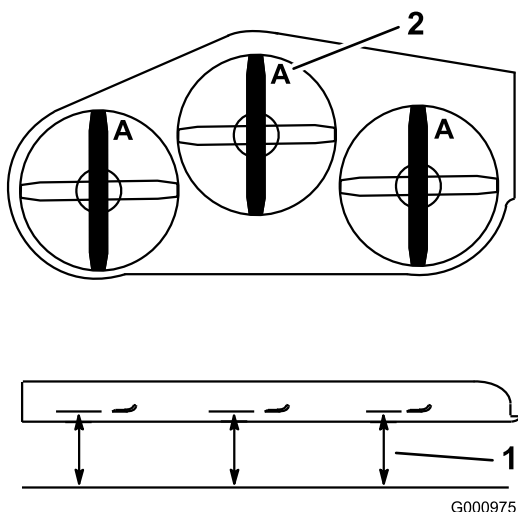

Figura 15
2. Mida desde una superficie nivelada hasta el filo de corte, posición **A**, de las cuchillas (Figura 15).